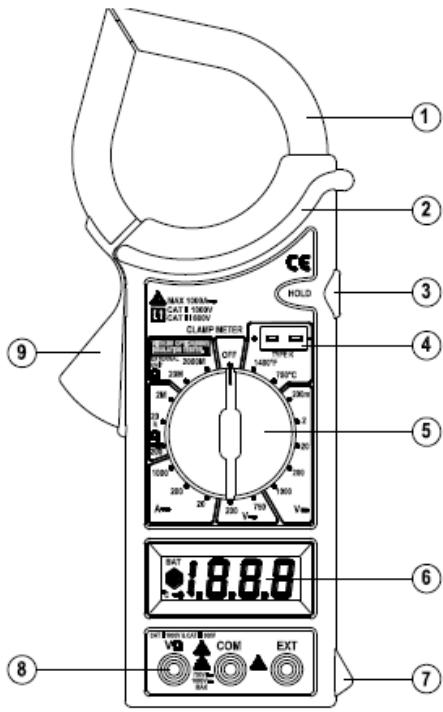

Рисунок 1
- Установите поворотный переключатель в соответствующее положение в секторе **A~**. Нажмите на курок, чтобы раскрыть токовые клещи, и сомкните их вокруг **одного** проводника (рис. 1).